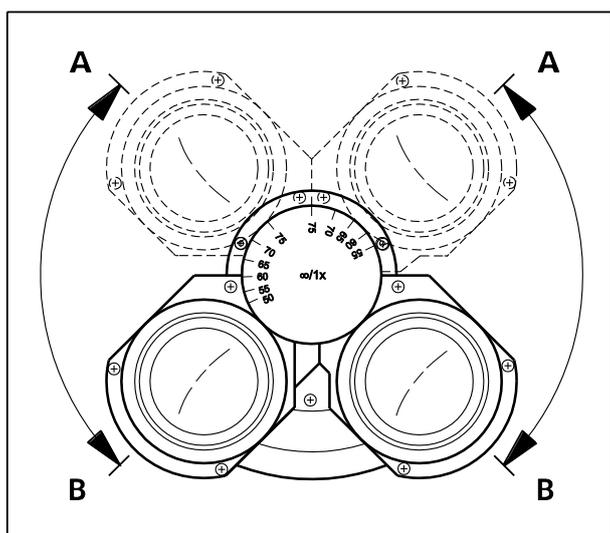

Fig. 15 Réglage de la hauteur d'observation
- Faire pivoter les tubes oculaires vers le haut (Fig. 15/A) ou vers le bas (Fig. 15/B) pour régler la hauteur de vue selon vos besoins.